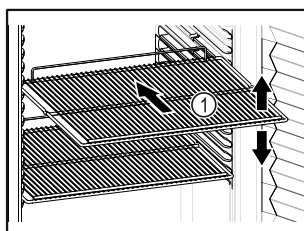

Fig. 64 例图
- 如果存放格栅 Fig. 64 (1) 可移动，则根据高度进行调整。